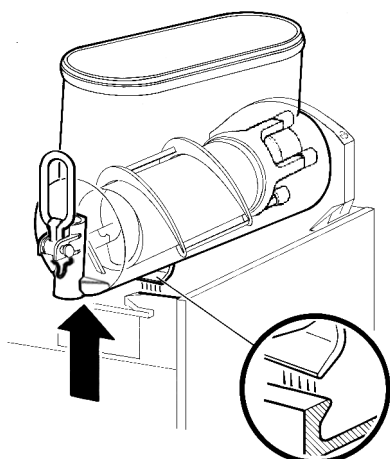

figure 6
- 2 Démontez le réservoir en poussant légèrement sa partie inférieure (côté robinet) vers le haut pour en libérer les crochets inférieurs (voir figure 6) et en le faisant ensuite glisser par